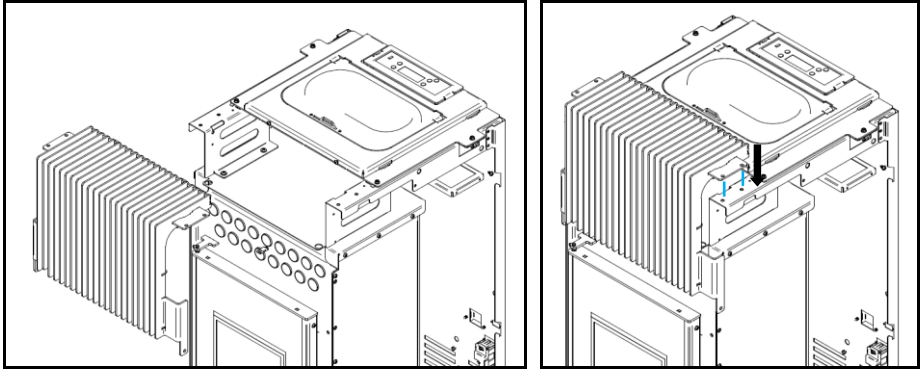

Figura 36 - Colocación de la rejilla frontal
b) El equipo **Pine, Leaf e Aspen**; adjuntar la rejilla delantera haciendo coincidir los orificios de la rejilla con los orificios de los equipos (Figura 36).
de la rejilla con los orificios de disparo (Figura 36) y se unen con dos tornillos **A** (DIN 912 M5x12) y dos tuercas **B** (M5 DIN tuercas de 6923).